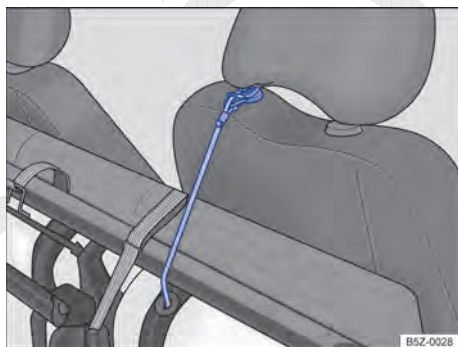

Fig. 75 Cinta elástica vermelha para fixação na haste do apoio para cabeça.
- Localizar a cinta elástica vermelha alojada na parte inferior do assento do banco e, encaixar o gancho dessa cinta na haste do apoio para cabeça do banco do passageiro ⇒ Fig. 75, imobilizando o conjunto.
- Soltar o gancho da cinta elástica vermelha da haste do apoio para cabeça ⇒ Fig. 75 e, encaixar debaixo do banco traseiro.